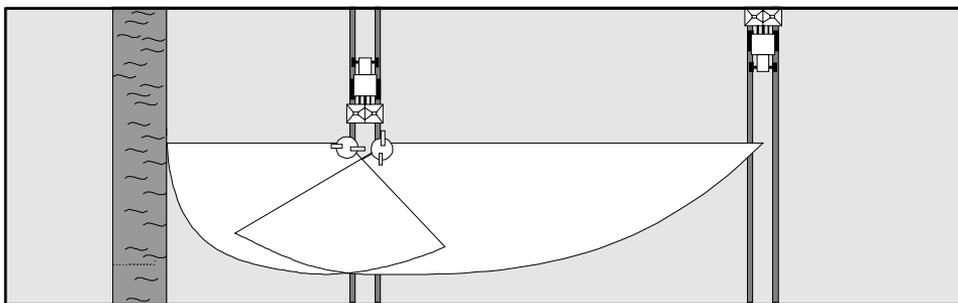

Рис. 7.17
Для внесения удобрений на границах (в соответствии с положением о внесении удобрений) (Рис. 7.17) и краях полевых угодий (рядом с собственными, подлежащими идентичной обработке участками) (Рис. 7.18) левый распределяющий диск „Omnia-Set“ (внесение удобрений на краю поля с левой стороны – стандартный случай), если смотреть в направлении движения, замените на соответствующий диск с ограничением дальности распределения „Tele-Set“. Для правостороннего внесения удобрений поставляется специальный распределяющий диск для раструсивания удобрений на границах полевых угодий.
7.4.1.1 Внесение удобрений на границах полевых угодий в соответствии с положением о внесении удобрений (Рис. 7.17)
7.4.2 Регулировка диска с ограничением дальности распределения удобрений в соответствии с положением о внесении удобрений (Рис. 7.17)